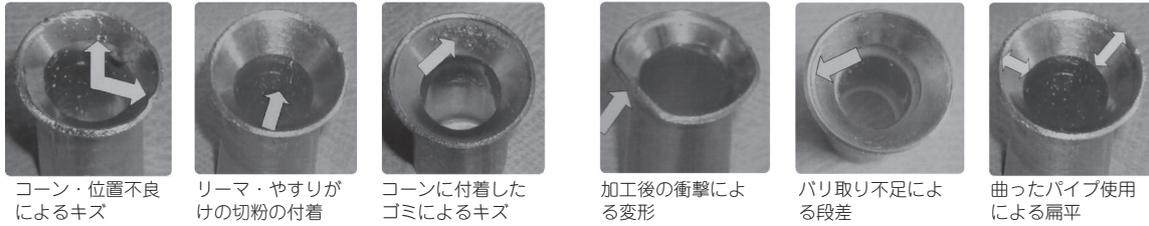

図2 フレア加工の不具合例
- ⑤フレア部の確認：下表にてA寸法を確認し、図2のような形状となっていないか確認してください。